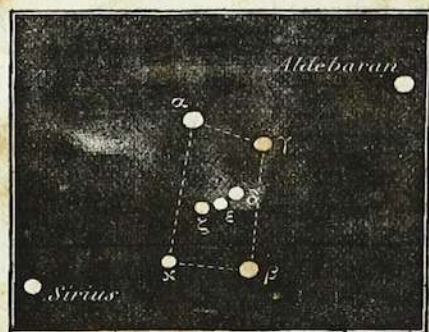

Fig. 11.
- 5.º *Orion* (fig. 11) que presenta dos estrellas de primera magnitud ó estrellas primarias.